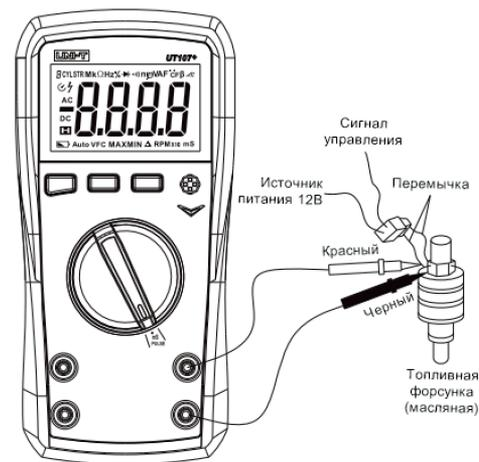

Рисунок 8
- Подключите красный щуп к разъему «V», а черный — к «COM». См. рисунок 8.